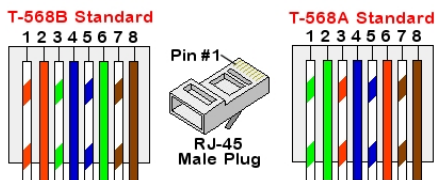

図 17:標準ケーブルのワイヤリング
- c. 図 17
7. スイッチ/ルータ側については端子が付いたケーブルを使用するか、クリンパを使用してRJ45通信コネクタを用意します。上記と同じ順序で8本の芯をRJ45端子に挿入します (図 17)。